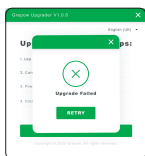

图2:升级失败,弹出界面
- 2. 长按充电器的“通道/退出”键，然后把充电器接入电源，直至充电器发出“嘟嘟”的提示音再松开按键，双击打开升级软件，点击图1所示的“Update”开始升级，充电器黑屏直至升级完成。升级过程中若出现拔出USB、断电等情况会导致升级失败（此时原版本软件已清除）。如图2界面，可重复上述1、2步骤即可重新启动升级。